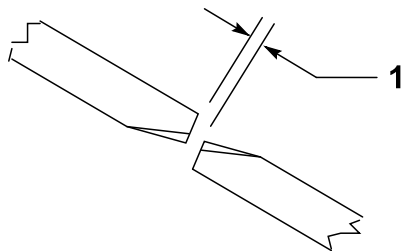

Figura 28
Para asegurar la operación correcta de la unidad de corte, debe haber una separación de entre 10 y 16 mm entre los extremos de las cuchillas de las carcasas de corte laterales y central (Figura 28).
2. Gire una cuchilla central y una cuchilla lateral de manera que las puntas estén alineadas. Mida la distancia entre los extremos de las cuchillas (Figura 28).